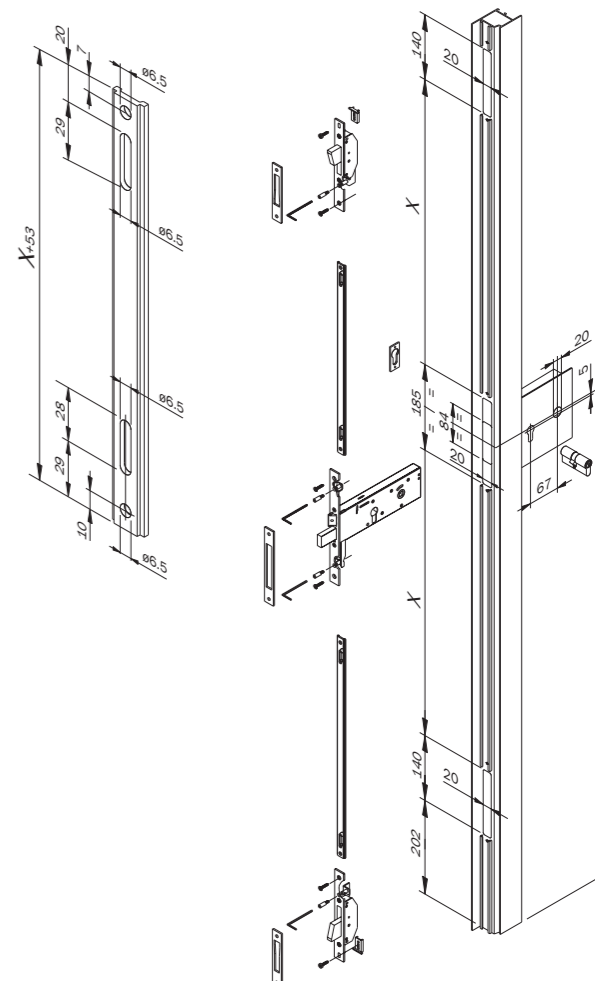

Fig. F2
- 2) Tagliare le aste alla misura X+53 Fig. F2 e Fig. F3
- 2) Cut the rods to the size X + 53 Fig. F2 and Fig. F3
- 2) Couper les tringles de la mesure de X + 53 Fig. F2 et Fig. F3
- 2) Cortar las varillas dándoles las medidas X + 53 Fig. F2 y Fig. F3